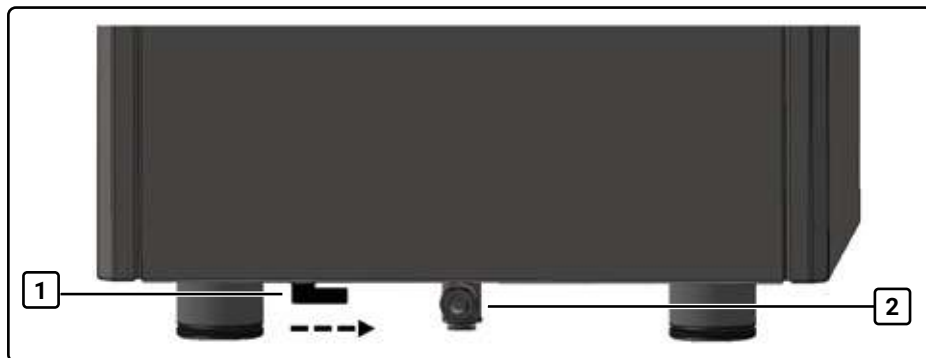

Fig. 4 Vue arrière avec vanne rotative et pièce de raccordement d'eau
1. Tournez la vanne rotative (1, Fig. 4) en position mode réservoir. La vanne pointe vers la pièce de raccordement d'eau (2, Fig. 4).